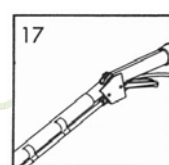

Рис. 17
- Зафиксируйте шланг **Н** при помощи специальных фиксаторов (Рис.17).